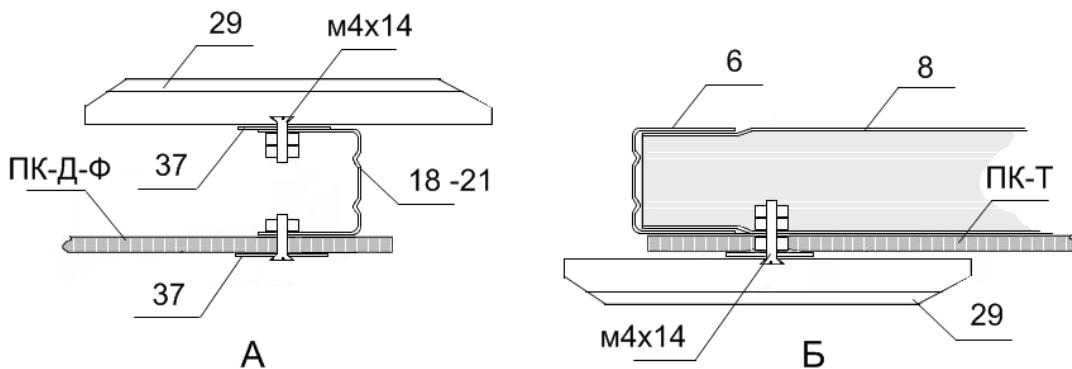

Рис. 20
6.2. **Рис. 20-А - УСТАНОВКА ВЕРТУШКА ВНУТРИ ТЕПЛИЦЫ.**
6.3. **Рис. 20-Б – УСТАНОВКА ВЕРТУШКА СНАРУЖИ ТЕПЛИЦЫ.**